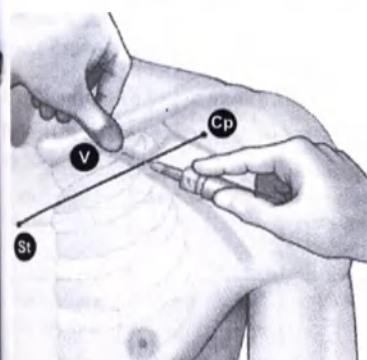

Рисунок 7. Расположение большого пальца и введение иглы
4. Поставьте большой палец напротив указательного и спроектируйте его на 1–2 сантиметра ниже ключицы, чтобы защитить подключичную мышцу от иглы (при наличии явной гипертрофии грудной мышцы большой палец должен находиться приблизительно на 2 сантиметра ниже ключицы, поскольку подключичная мышца также будет гипертрофирована) (Рисунок 7 Расположение большого пальца и введение иглы).